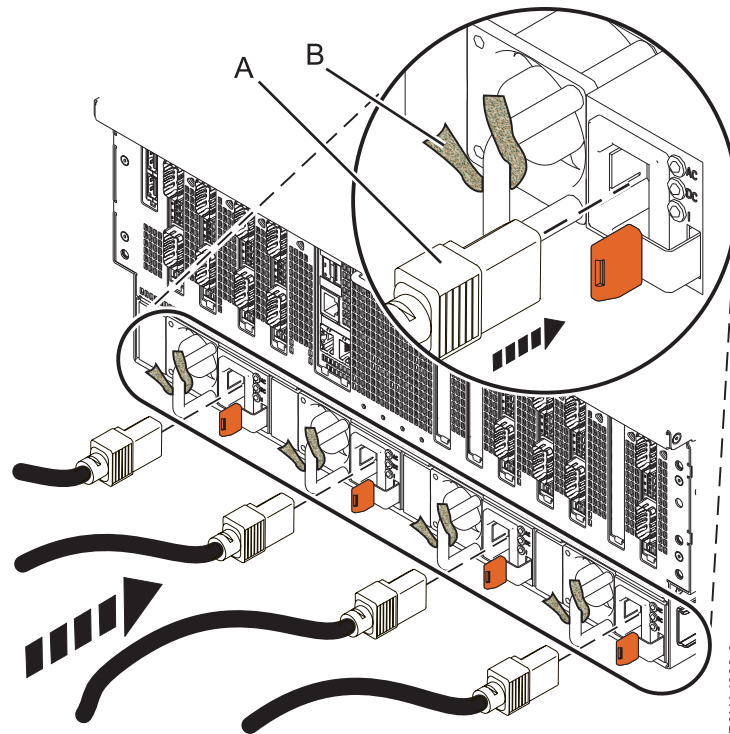

Figure 21. Branchement des cordons d'alimentation et fixation des câbles à l'aide d'attaches
- a. Branchez les cordons d'alimentation sur les blocs d'alimentation (A). Voir figure 21.
- d. Fixez le cordon d'alimentation et les câbles à l'aide des attache-câble ou des attaches velcro (B), comme illustré à la figure 21.